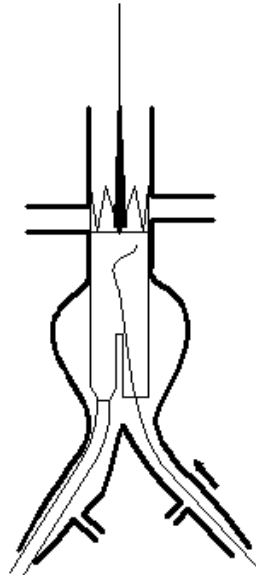

Fig. 8 Introducción de otro alambre guía
5.14 Insertar otro cable guía a través del otro lado de la arteria femoral dentro de la rama más corta de la prótesis artificial AAA colocada (**Fig. 8**)